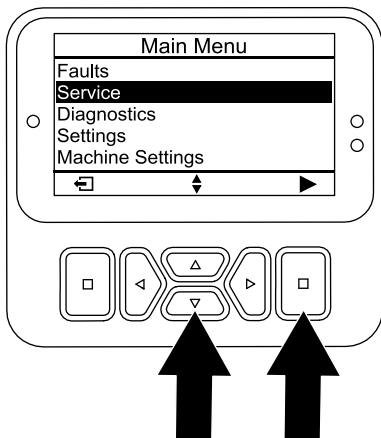

Bild 95
4. Drücken Sie die Taste „nach unten“, bis die Option SERVICE ausgewählt ist, und drücken Sie dann die Auswahl-taste (**Bild 95**).